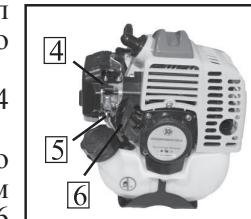

рис.8
качки топлива 5 (рис.8). Если бензин не заполнил колпачок, надавите на кнопку насоса ещё несколько раз;
в) Переведите рычаг воздушной заслонки 4 (рис.8) вверх в положение “Полностью закрыта”;
г) Несколько раз (обычно 2-3) сначала плавно (выбирая свободный ход шнуря стартера), а затем энергично потяните шнур стартера за рукоятку 6 (рис.8) до тех пор, пока не убедитесь, что двигатель запустился;
е) Переведите рычаг воздушной заслонки 4 (рис.8) вниз в положение “Полностью открыта”.
7.1.3 Запуск “горячего двигателя”. При запуске прогретого двигателя нет необходимости полностью закрывать воздушную заслонку. Перед запуском прогретого двигателя установите рычаг воздушной заслонки 4 (рис.8) в положение “Частично закрыта” - среднее положение между “Полностью закрыта” и “Полностью открыта”. Далее запускайте двигатель как указано в п.7.1.2 (г-е).
7.2.1 Отпустите рычаг управления дроссельной заслонкой 3 (рис.8).
7.2.2 Переведите выключатель зажигания 1 (рис.8) в положение “СТОП”